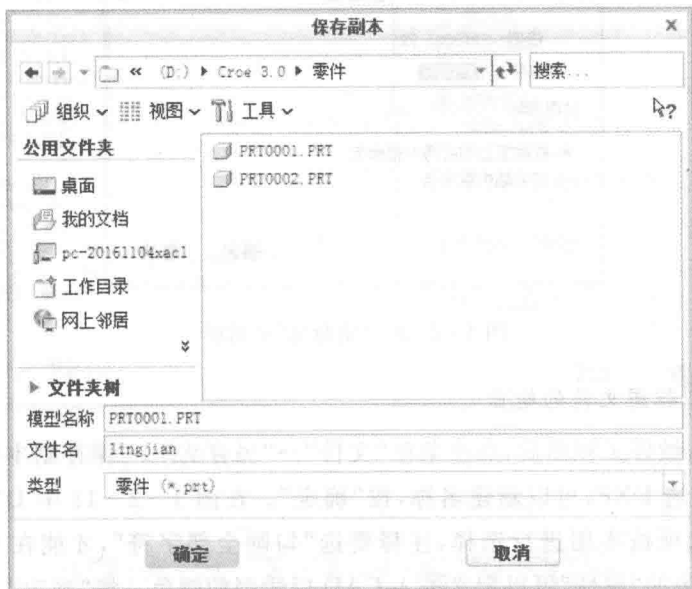

图 1-2-8 “保存副本”对话框
① 选择“文件”→“保存”命令或单击  按钮,文件被保存到预先设定好的工作目录中。
② 如果要改变保存路径或文件名称,则可以选择“文件”→“另存为”→“保存副本”命令,打开如图 1-2-8 所示的“保存副本”对话框。在对话框顶部存储路径下拉列表框中选择要保存的路径,然后在“文件名”文本框中输入要保存文件的名称或保存已有文件,并在“类型”下拉列表框中选择要另存为的文件类型,最后单击“确定”按钮即可。